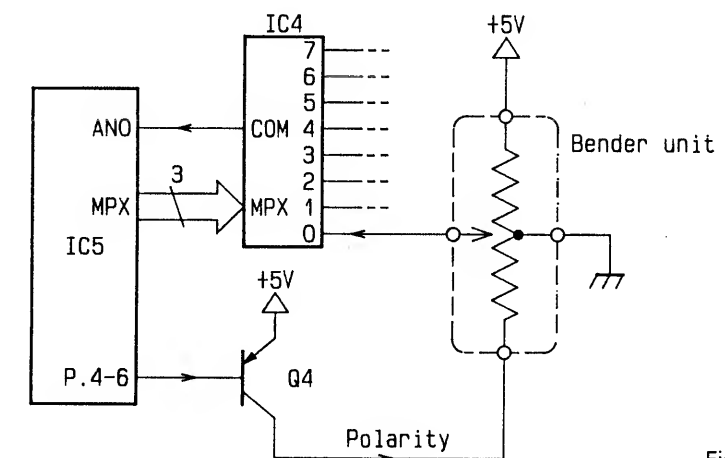

Fig.11
- The Bender unit is a type of rheostat and output voltage is taken from the moveable terminals. Voltage of +5V is on the positive terminal and polarity voltage through Q4 (on the MB) by IC5 is on the negative terminal. The fixed terminal of resistance mid point is connected to the ground. The output of the bender is multiplexed by IC4 (on the MB), then read in by IC5.(See Fig.11.)
- ベンダー・ユニットは一種の可変抵抗器であり、可動端子から出力が取り出されます。+端子には+5V電圧がかけられ、-端子にはIC5よりQ4 (on MB) を通じてPolarity電圧が加えられます。また、抵抗体中点の固定端子はGNDに接続されています。ベンダーの出力はIC4 (on MB) でマルチプレクスされ、IC5に読み込まれます。(Fig.11)